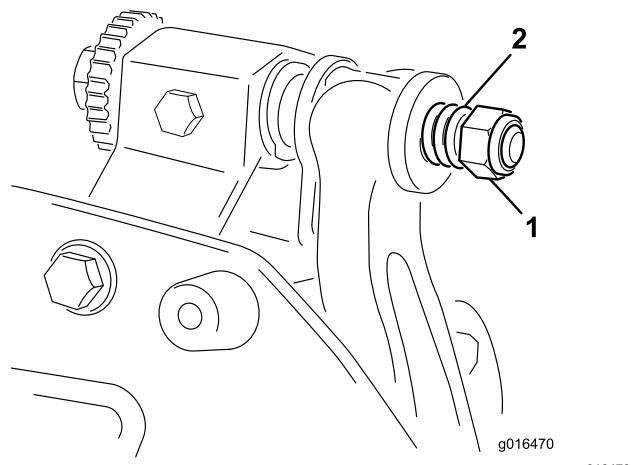

图 27
3. 将尼龙垫圈放在侧板凸起的一侧。在两个尼龙垫圈的外侧各放一个钢垫圈 **图 27**。
6. 旋紧弹簧加压螺母直到弹簧完全压紧然后往回松开  $\frac{1}{2}$  圈 **图 27**。